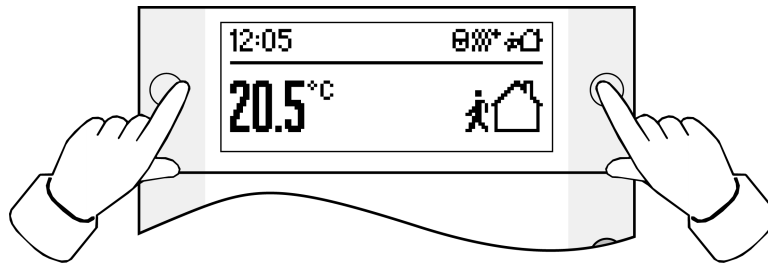

Bild 2
- Beide Tasten neben der Anzeige gleichzeitig betätigen (siehe Bild 2).